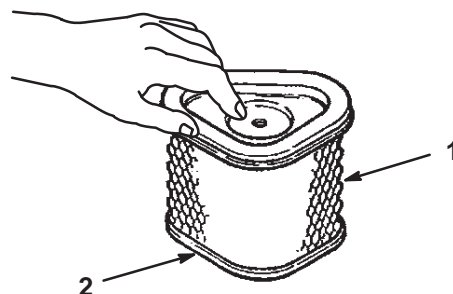

Figure 29
- Tapotez doucement l'élément sur une surface plane pour faire tomber la poussière et la saleté (Fig. 29).